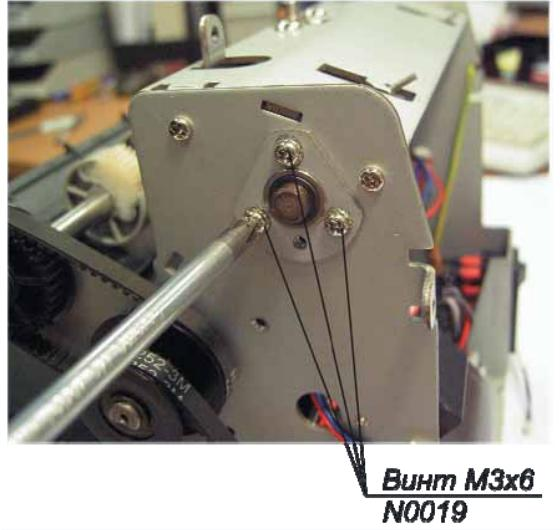

Рис. 10
1. Ослабьте три винта M3x6 N0019 (рис. 10).